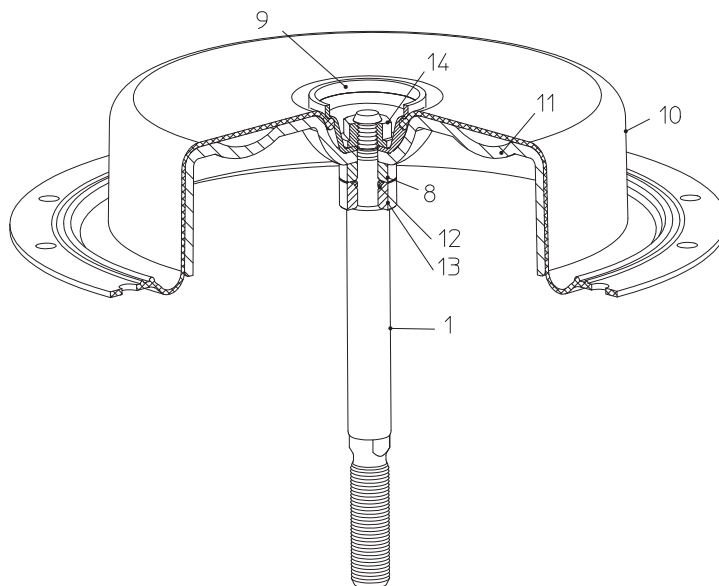

Fig. 22: „Vástago en posición retirada“
- Al aplicar el módulo en el accionamiento para que actúe como „Vástago en posición extendida“, es preciso que se produzca una convexidad del disco de la membrana (pos. 11) con una perforación de la membrana rodante (pos. 10) exactamente por encima de la conexión de aire del capote de la membrana (pos. 18) (Fig. 22).